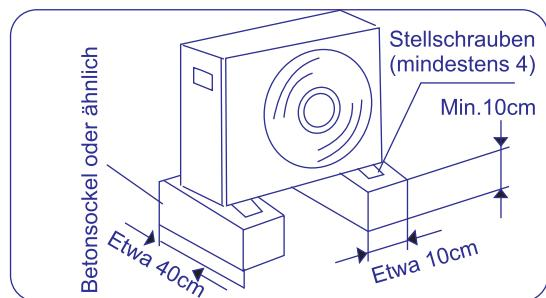

Abb.7.2
- Bereiten Sie einen starken Sockel (10X40cm² Platte aus Beton oder ähnlich) vor. Das Gerät sollte nicht weniger als 10 cm hoch gelegt werden, damit es nicht nass oder korrodiert wird. Andernfalls kann es zur Beschädigung oder Verkürzung der Lebensdauer des Geräts führen. (Abb. 7.2)